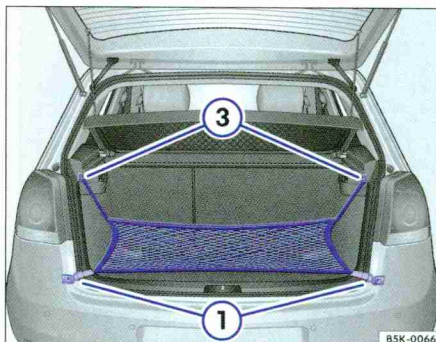

Fig. 92 Dans le coffre à bagages : filet de coffre à bagages accroché devant le seuil de chargement.
- Accrochez les Crochets du filet du coffre à bagages dans les œillets d'arrimage ⇒ fig. 92 ①. Pendant cette opération, la fermeture éclair du filet à bagages doit être tournée vers le haut.
- Accrochez les boucles sur les crochets pour sacs ③. ◀